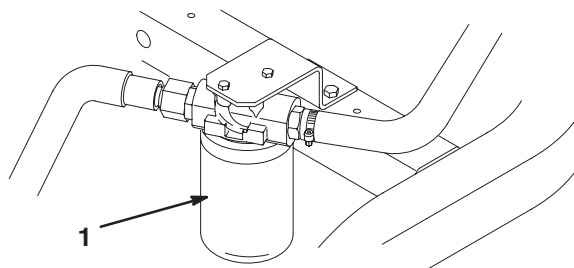

Figure 50
1. Nettoyez la surface autour de la surface de montage du filtre (Fig. 50). Placez un bac de vidange sous le filtre et déposez le filtre.